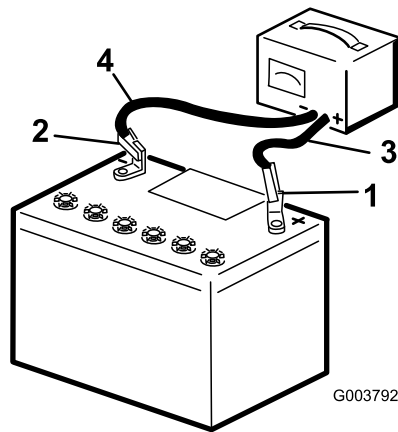

図 34
- 25-30アンペアで10-15分、または4-6アンペアで30分、バッテリーを充電する 図 34。充電しすぎないように注意すること。
3. 充電が終わったら、チャージャのプラグをコンセントから抜いてから、チャージャのリード線をバッテリー端子から外す 図 34。
1. 先ほど取り外したねじ類を再使用して、プラスケーブル赤いケーブルをバッテリーのプラス端子に取り付ける 図 34。
3. 先ほど取り外したねじ類を再使用して、マイナスケーブル黒いケーブルをバッテリーのマイナス端子に取り付ける 図 34。
4. 押さえ棒と蝶ナットでバッテリーを固定する 図 34。